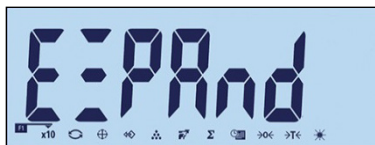

Figura 3-40: Configurazione del tasto funzione 1
- I tasti funzione possono essere configurati anche dalla schermata iniziale. Premere e tenere premuto il tasto funzione da configurare per accedere alla schermata di configurazione (Figura 3-40, Figura 3-41).
Accedere al menu F2.1.1. Usare i tasti su  e giù  per selezionare la funzione richiesta dalle opzioni mostrate in Tabella 3-3. La selezione cambierà per indicare la funzione selezionata, come mostrato in Figura 3-40, in cui è stato selezionato Espandi x10. Premere  per confermare la selezione.